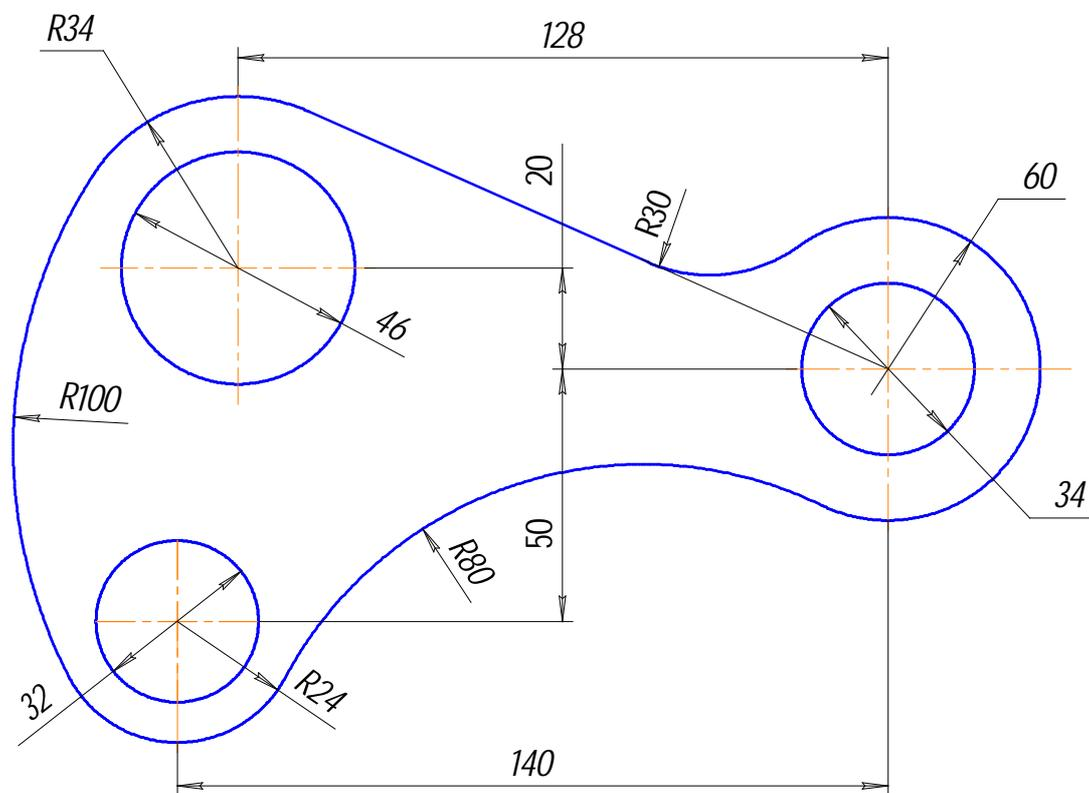

Рис. 74
Задание (рис. 74). Выполните изображение и проставьте размеры.
6. Используя чертеж детали на рис. 74 в качестве образца, проставьте все необходимые размеры. При простановке некоторых радиусов ($R30, 80, 100$) необходимо в строке параметров выбрать **Радиальный размер не от центра окружности** , а в параметрах - **Ручное размещение**. Для простановки диаметра $\varnothing 60$ необходимо воспользоваться **размерной линией с обрывом** .